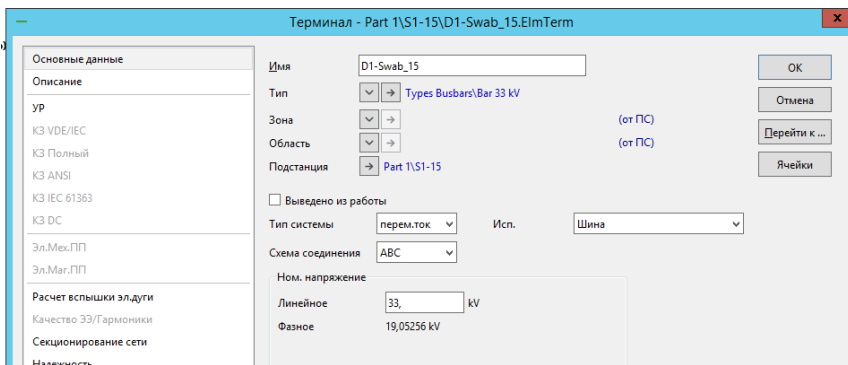

Рисунок 2.3 – Вікно редагування шини. Задання напруги.
- Задайте значення напруги у діалоговому вікні редагування шини (рис. 2.3). В полі «Ном. напряжение» введіть «**33 кВ**» та натисніть «ОК».